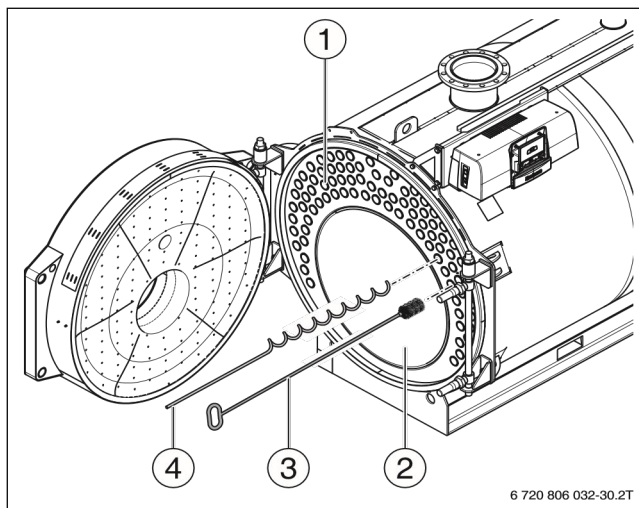

Рисунок 21 Чистка поверхностей нагрева
- ▶ Удалите остатки продуктов горения из топочной камеры (→ Рисунок 21, стр. 31), газоотводящих каналов, а также из сборного коллектора дымовых газов и отвода конденсата.